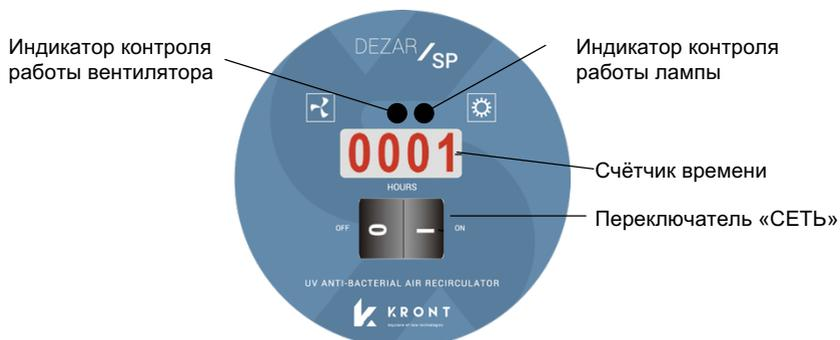

Рис. 2 Панель управления
- 5.7. Световые индикаторы, расположенные на панели управления (Рис. 2), контролируют поступление напряжения питания на лампу и вентилятор, а также сигнализируют о выходе из строя лампы или вентилятора. При отсутствии напряжения индикатор гаснет.